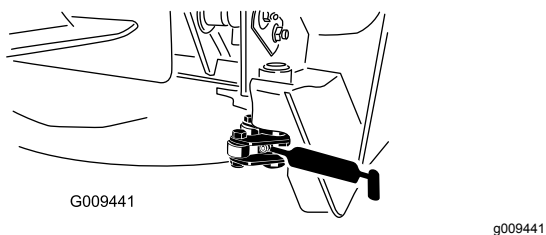

Figura 62
- Duas articulações do trinco (Figura 62)